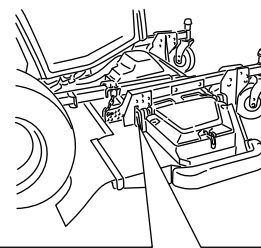

Bild 91
3. Entfernen Sie den Splint und den Lastösenbolzen, mit denen die Schnitthöhenkette an der Rückseite des Mähwerks befestigt ist (Bild 91).